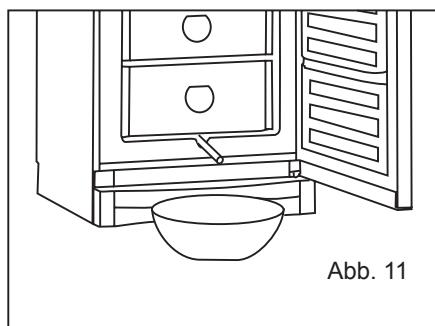

Abb. 11
3. Tauwasserabflussverlängerung unten aus dem Schrank ziehen, und ein Gefäß unterstellen (Abb. 11). Ist die Tauwasser abflussverlängerung festgefroren, legen Sie ein mit heißem Wasser getränktes Tuch einige Minuten darauf.